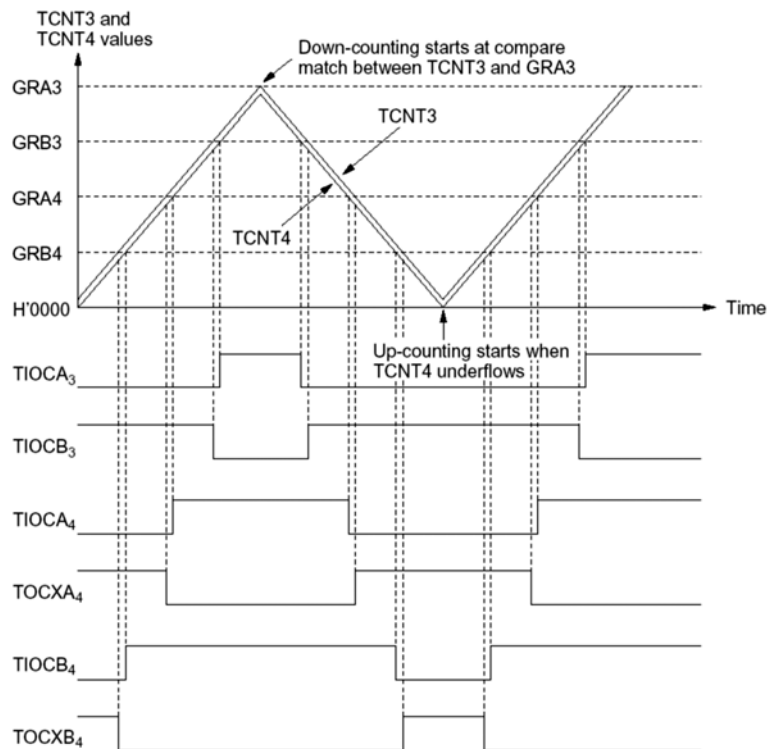

Abb. 3.5 PWM-Signalverläufe (2). Komplementäre Zählweise
2. Komplementäre Zählweise (Abb. 3.5). Zähler zählt aufwärts bis zur Hälfte der Zählweite und dann wieder abwärts bis Null. Der Zähler durchläuft den jeweiligen Vergleichswert zweimal. Der eine Durchlauf bewirkt das Einschalten des PWM-Signals, der andere das Ausschalten.